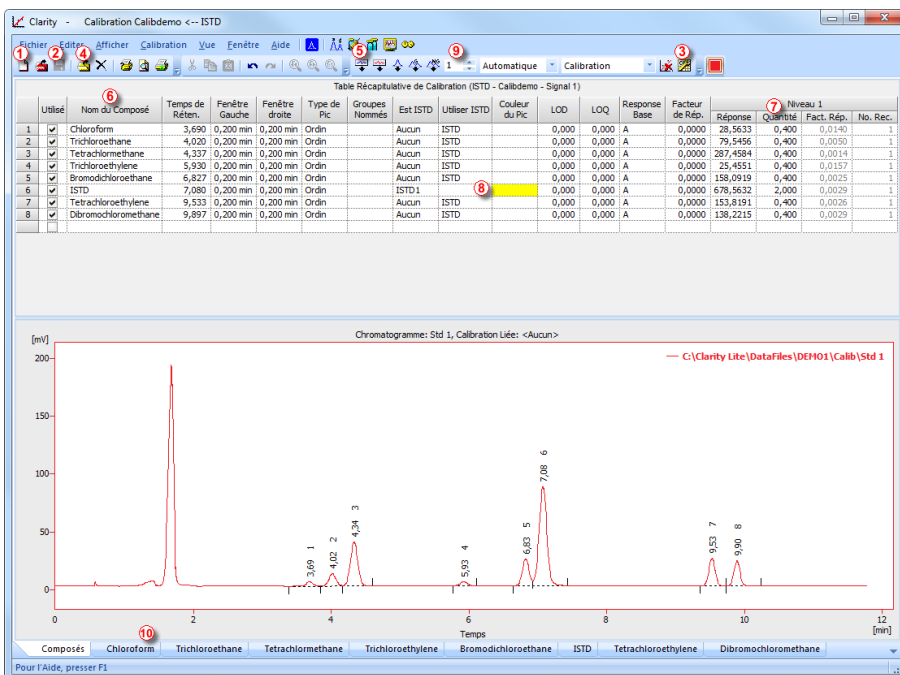

Fig 18: Fenêtre Calibration - Standard chargé
- Utiliser l'icône (bleue) *Ajouter Tout*  ⑤ pour déplacer tous les pics identifiés à la table de calibration. La table de calibration apparaît dans la fenêtre **Calibration**, prête à être complétée comme on le voit sur **Fig 18** sur la page 32.
- Comme on peut le voir dans la calibration, les pics individuels sont maintenant identifiés en fonction de leur temps de rétention uniquement. Cliquer et éditer les champs dans la colonne *Nom du Composé* ⑥ selon ceux sur **Fig 18** sur la page 32. Vous pouvez également définir la couleur de pic pour certains pics, par exemple le pic ISTD dans la colonne *Couleur de Pic* peut être jaune.
- Remplir la colonne *Quantité* ⑦ avec la concentration de composés particuliers. Dans ce mélange standard, tous les composés à l'exception du pic numéro 6 ont une concentration de 0.4.
- Le pic numéro 6 est marqué comme pic ISTD. Dans la colonne *Est ISTD*, changer son type en ISTD1 ⑧ puis dans la colonne *Quantité*, définir son montant à 2.
- Le premier niveau de calibration est maintenant fixé. Dans les onglets des composés individuels ⑩ (nommés d'après le champ *Nom du Composé*) on peut voir le graphe avec calibration linéaire à un seul point.
- Procéder au réglage des autres niveaux de calibration. L'opération est assez simple - utiliser à nouveau l'icône (jaune) *Ouvrir Standard*  ④ pour ouvrir un autre standard de calibration nommé STD 2.PRM. Régler le niveau de calibration dans le champ *Niveau Actuel* ⑨ sur 2 et utiliser l'icône (bleue) *Ajouter Tout*  ⑤. Remplir la colonne *Quantité* avec les valeurs 1.0 (sauf pour le pic 6, dans lequel la valeur 2 doit être utilisée à nouveau).
- Régler le troisième niveau de calibration de la même manière en utilisant le fichier STD 3.PRM et la *Quantité* de 3.0 et le quatrième niveau (fichier STD 4.PRM, *Quantité* 5.0), sauf pour le pic ISTD (toujours *Quantité* = 2). Dans les onglets des composés individuels ⑩, on peut voir la calibration quatre points linéaire. Enregistrer la calibration maintenant en utilisant l'icône *Enregistrer Calibration* ; La calibration est enregistrée dans le répertoire par défaut.